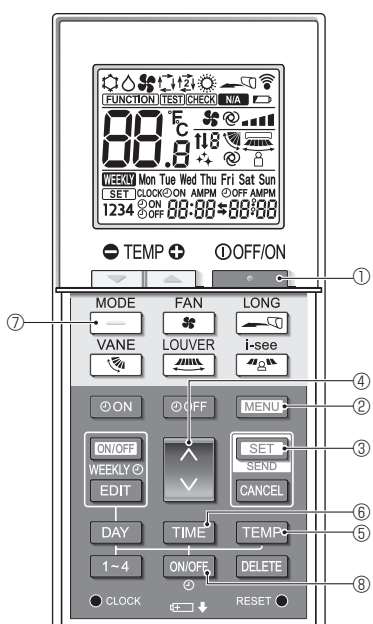
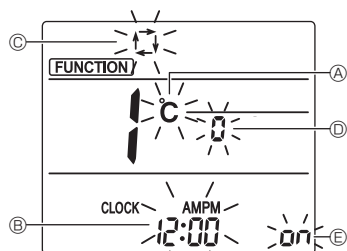

Fig. 6-9
Fig. 6-10
1. Nacisnąć przycisk [ON/OFF] ①, aby wyłączyć klimatyzator.
2. Nacisnąć przycisk [MENU] ②. Zostanie wyświetlony ekran ustawień funkcji i będzie migać nr funkcji Ⓐ. (Fig. 6-9)
- Nacisnąć przycisk ⏮ ⏭ ④, aby zmienić nr funkcji.
3. Sprawdzić, czy jest wyświetlany nr funkcji "1", a następnie nacisnąć przycisk [SET] ③. Zostanie wyświetlony ekran ustawień wyświetlania. (Fig. 6-10)